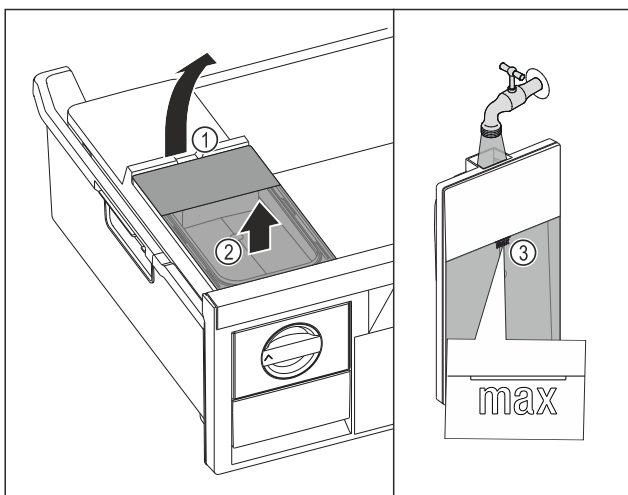

Fig. 67
- ▶ Podignite spremnik za vodu na otvoru Fig. 67 (1).
- ▶ Izvadite spremnik za vodu prema gore Fig. 67 (2)
- ▶ Spremnik za vodu napunite pitkom vodom do oznake Fig. 67 (3).